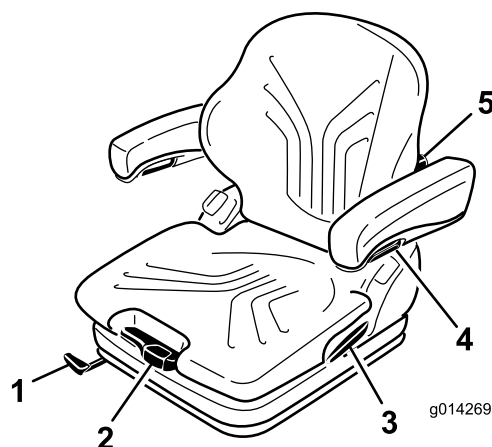

Figure 31
Le siège est réglé pour le poids du conducteur en tirant ou en poussant le levier de réglage correspondant (Figure 31).
1. Levez le levier pour débloquent et régler le siège (Figure 31).
En tournant le bouton de réglage vers le haut, vous pouvez régler le renflement de la partie supérieure du dossier. En tournant le bouton vers le bas, vous pouvez régler le renflement de la partie inférieure du dossier (Figure 31).
Pour régler la hauteur des accoudoirs, séparez le cache rond (Figure 31) du couvercle, desserrez l'écrou hexagonal (13 mm) qui se trouve derrière, réglez les accoudoirs à la position voulue puis resserrez l'écrou. Remplacez le cache sur l'écrou.
Pour régler l'angle des accoudoirs, tournez le bouton de réglage (Figure 31).
Tirez sur le levier pour libérer le verrou du dossier (Figure 31). Lorsque le verrou est libéré, ne vous appuyez pas contre le dossier.